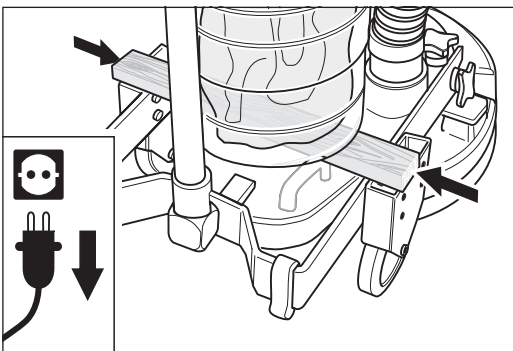

Abb. 70 Eine Holzleiste zwischen den Staubbeutelbehälter und den Rahmen des Fahrgestells schieben.
- 6 Schieben Sie eine ca. 2 cm dicke Holzleiste zwischen den geschlossenen Staubbeutelbehälter und den Fahrwerksrahmen (Abb. 70). So kann der Staubbeutelbehälter beim späteren Abmontieren des Staubabscheider-Oberteils nicht nach unten fallen.